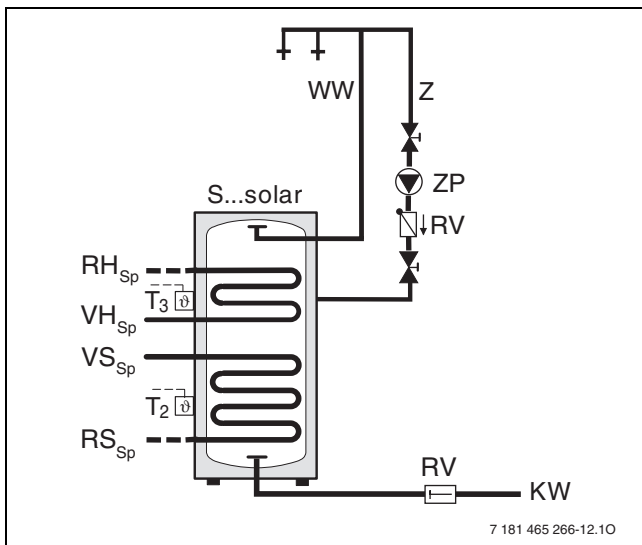

Рис. 101 Схема подключения контура ГВС с приготовлением горячей воды от солнечного коллектора
**Пояснения к рис. 101 и 102:**